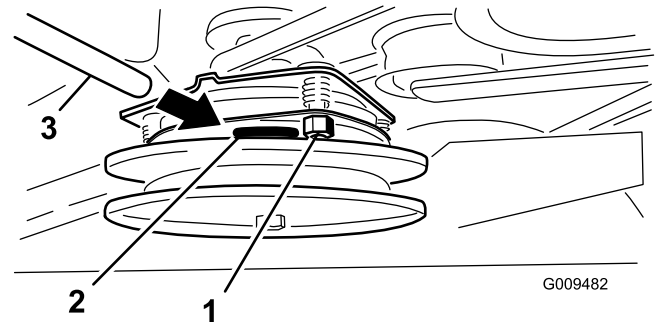

Figure 60
3. Serrez les contre-écrous jusqu'à ce la jauge d'épaisseur fléchisse légèrement mais puisse bouger facilement dans l'entrefer (Figure 60).